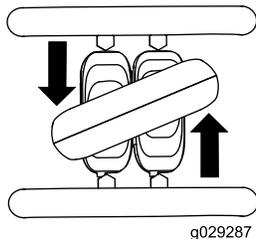

Рисунок 10
- Чтобы повернуть налево, поверните орган управления тягой против часовой стрелки (Рисунок 10).